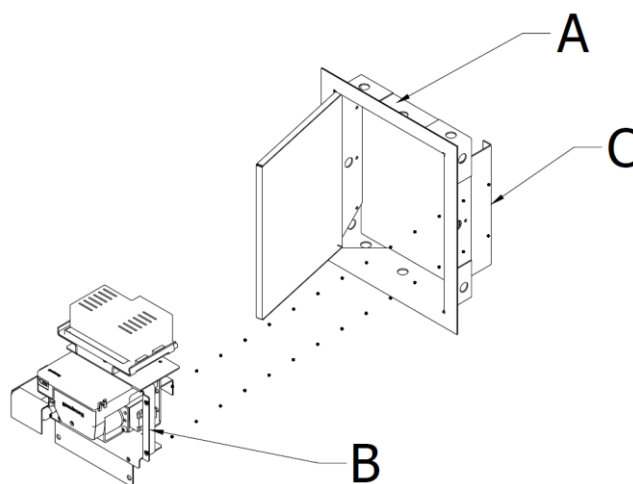

Abbildung 10 - Einbau der Gasarmatur in die Revisionsklappe
- Den Griff mit den Komponenten der Gasanlage (B - Bild 10) für die Dauer des Transports an einem vorübergehenden Ort aus dem Kamingehäuse entfernen.
- Montieren Sie den Griff mit den Komponenten der Gasanlage (B - Bild 10) an der Halterung (C - Bild 10) im Innenrahmen der Revisionsklappe (A - Bild 10).
- Befestigen Sie den Griff mit den Komponenten der Gasarmatur (B - siehe Abbildung 10) mit selbstschneidenden Schrauben.